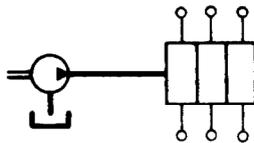

Рисунок 9
2. с подачей смазочного материала через насос (рисунок 9) или питающая система с запорным клапаном перед распределителем.